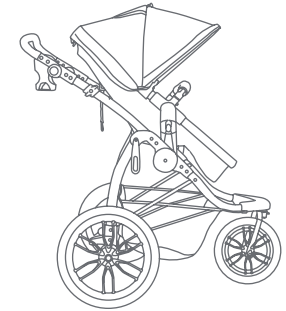

Fig. 19a
- 19) • **Seat MUST be forward and upright position** (Fig. 19a).